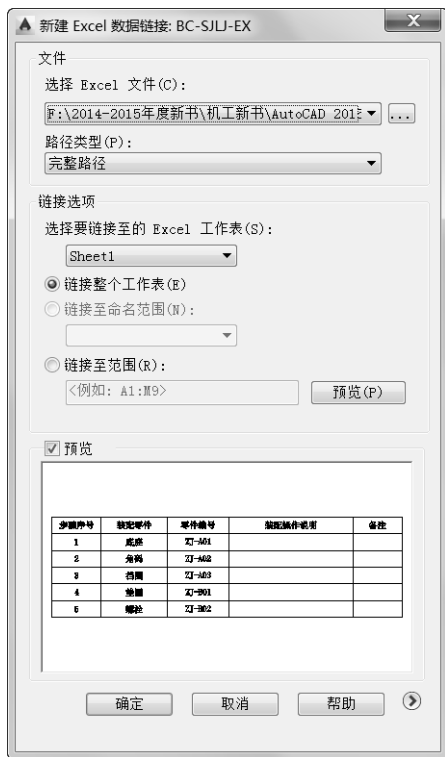

图 5-44 “新建 Excel 数据链接: BC-SJLJ-EX”对话框 2
4) 在“文件”选项组的“路径类型”下拉列表框中选择“完整路径”选项，接着单击“浏览”按钮 \dots ，选择本书配套光盘的“BC-SJLJ.xls”，单击“打开”按钮，此时“新建 Excel 数据链接”对话框如图 5-44 所示，启用“预览”时可以在对话框中预览表格效果。